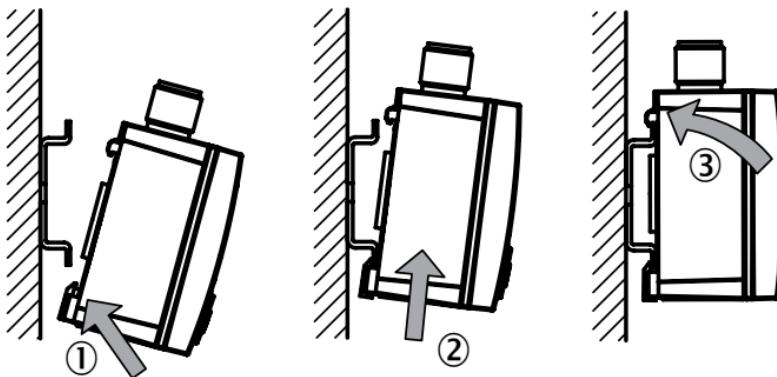

Abbildung 7: Montage an Hutschiene
- Zur Montage setzen Sie den PAC50 mit der unteren Befestigungsführung an die Hutschiene an (siehe Abbildung 7 ①). und kippen Sie den PAC50 nach oben, bis er einrastet (siehe Abbildung 7 ② und ③).